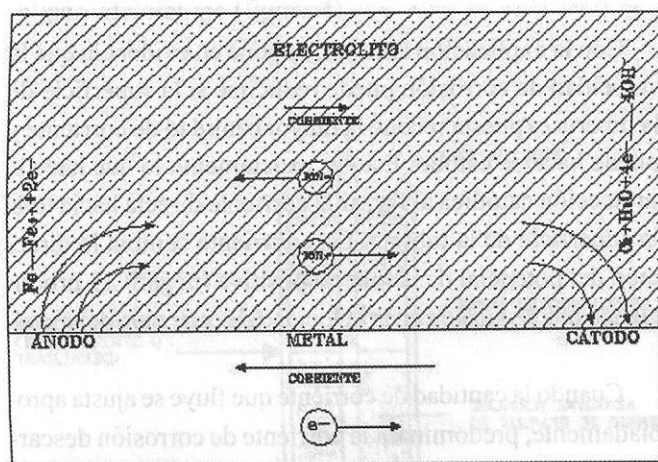

Figura 1. Celda electroquímica1.
*Celda electroquímica:* sistema que contiene un ánodo y un cátodo inmersos en un electrolito (agua o tierra) para crear un circuito eléctrico. El ánodo y el cátodo pueden ser metales diferentes o áreas disímiles sobre la superficie del mismo metal (figura 1).